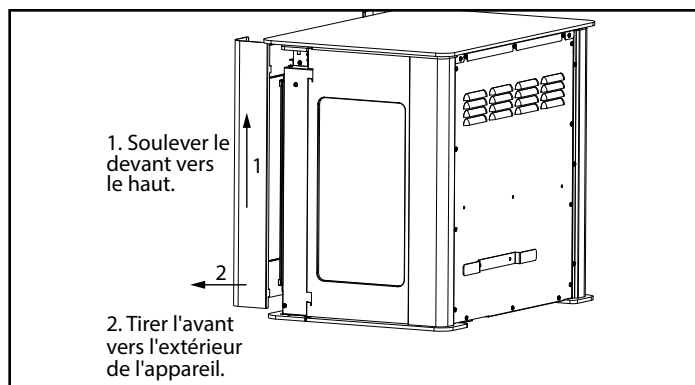

Figure 4.2 - Démontage de la façade avant
3. Saisissez l'avant et soulevez pour dégager les crochets en J, puis retirez la façade avant de l'appareil. Placez l'avant sur une surface non marquante, figure 4.2.